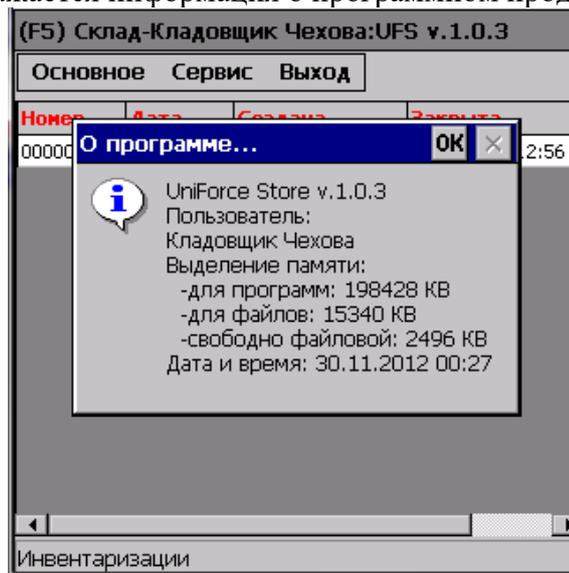

Рис. 8.5. Информация о ПО
- ✓ Информация- -отражается информация о программном продукте (см. Рис.8.5.)